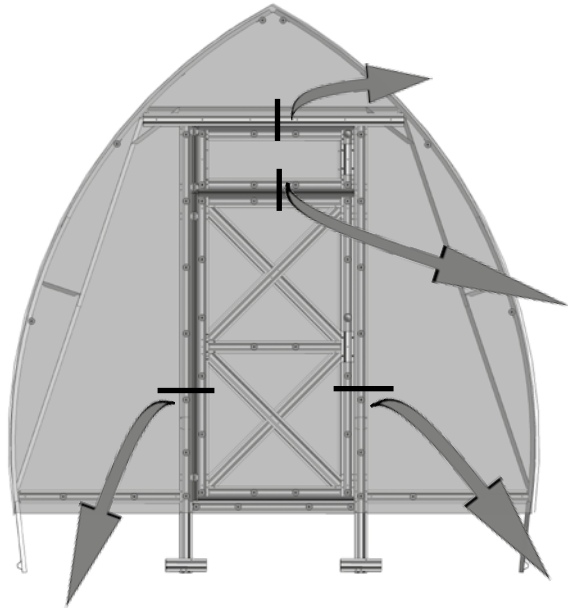

Рис.22
7. Установите собранные двери на торцы, устанавливая уплотнитель в соответствии с рис.22.